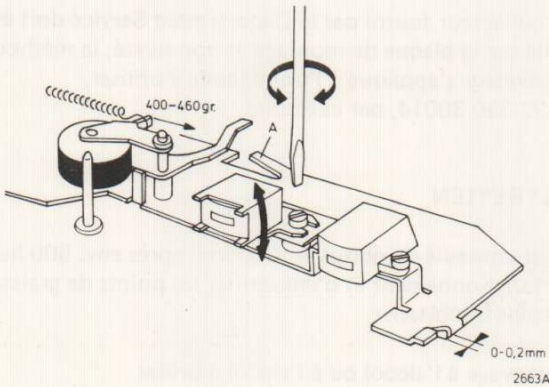

Fig. 6
Adjusting the recording/playback head (Fig. 6)
- Adjust for maximum output voltage with screw (Fig. 6).
Adjusting the pressure roller (Fig. 6)
Adjusting the head bracket (Fig. 6)
Réglage de la tête enregistrement/reproduction (Fig. 6)
- Avec la vis 6 (Fig. 6) régler à la tension de sortie maximum.
Réglage du galet presseur (Fig. 6)
Réglage de l'étrier de tête (Fig. 6)